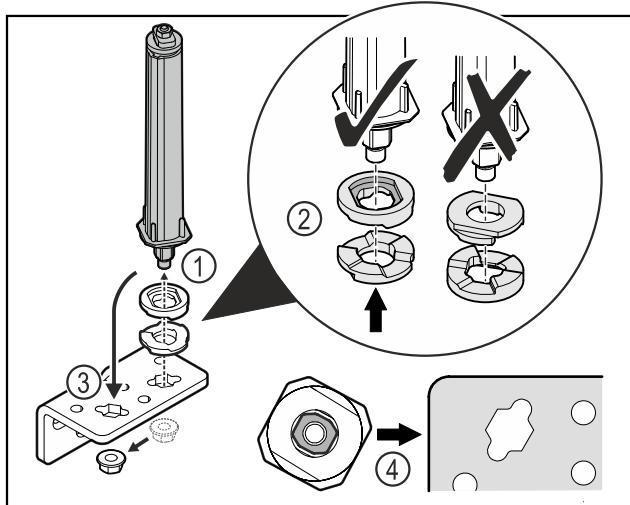

Fig. 35
- Развийте гайката и свалете затварящата система на вратата Fig. 35 (1).
- Обърнете внимание на правилното подравняване на шайбите за регулиране на височината Fig. 35 (2).
- Преместете затварящата система на вратата в ъгъла на пантата и я фиксирайте с гайката Fig. 35 (3).
- При поставяне се уверете, че затварящата система на вратата е правилно подравнена Fig. 35 (4).